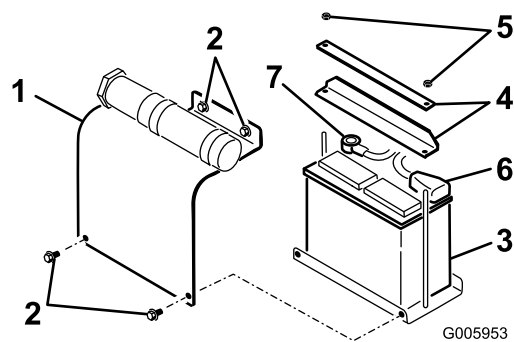

Figura 35
2. Retire la tapa de la batería (Figura 35).
1. Retire las tuercas y las pletinas que sujetan la batería (Figura 35).
2. Desconecte el cable negativo (negro) del borne negativo (-) de la batería (Figura 35).
3. Desconecte el cable positivo (rojo) del borne positivo (+) de la batería (Figura 35).
1. Instale la batería en la plataforma (Figura 35).
2. Sujete la batería al chasis con las pletinas y las tuercas que se retiraron anteriormente (Figura 35).
3. Conecte el cable positivo (rojo) al borne positivo (+) de la batería (Figura 35). Deslice la cubierta de goma sobre el borne de la batería.
4. Conecte el cable negativo (negro) al borne negativo (-) de la batería (Figura 35).
5. Coloque la tapa de la batería (Figura 35).